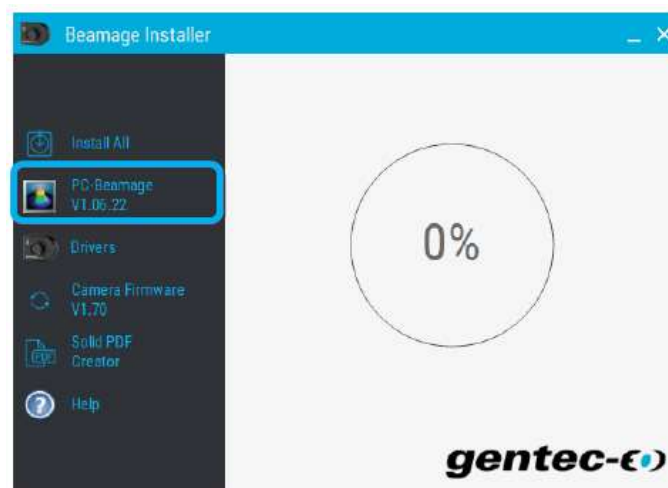

図 C-1 Beamage インストーラ
- 2) インストーラを使用して PC-Beamage ソフトウェアをインストールします。図 C-1 を参照してください。